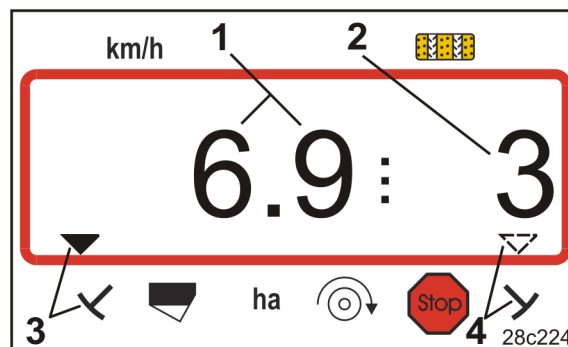

Fig. 26
→ volver a la indicación de trabajo (Fig. 26).
- la velocidad de marcha (Fig. 26/1), p. ej. 6,9 km/h
- la posición de conmutación del contador de carriles (Fig. 26/2), p.ej. posición de conmutación 3
- el disco trazador izquierdo (Fig. 26/3) se encuentra en la posición de trabajo
- el disco trazador derecho (Fig. 26/4) está levantado.